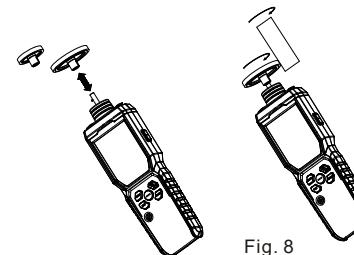

Fig. 8
4. Contact---Mesure de la vitesse/longueur de la surface (Fig.8)